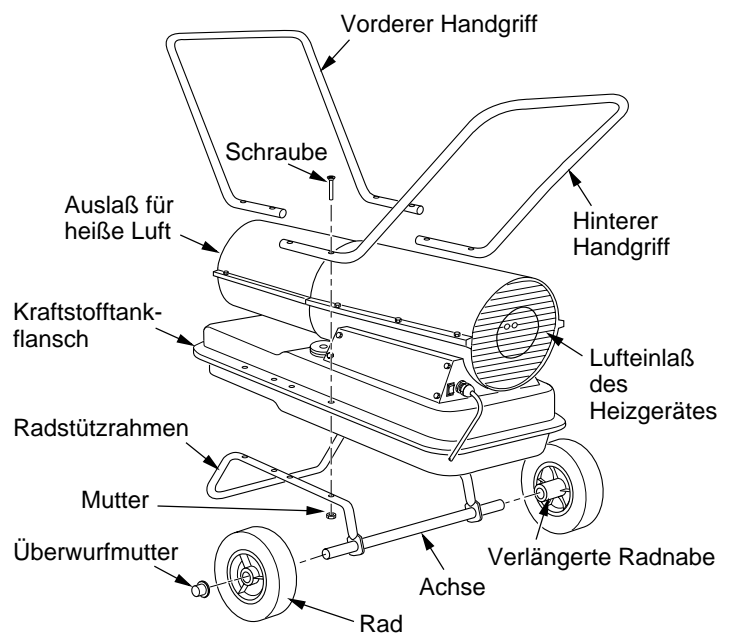

Abbildung 3 - Rad- und Handgriffmontage, nur Modell GK30
1. Die Achse durch den Radstützrahmen schieben. Die Räder an der Achse befestigen. **WICHTIG:** Bei der Montage der Räder muß die verlängerte Radnabe in Richtung des Radstützrahmens zeigen (siehe Abb. 3).